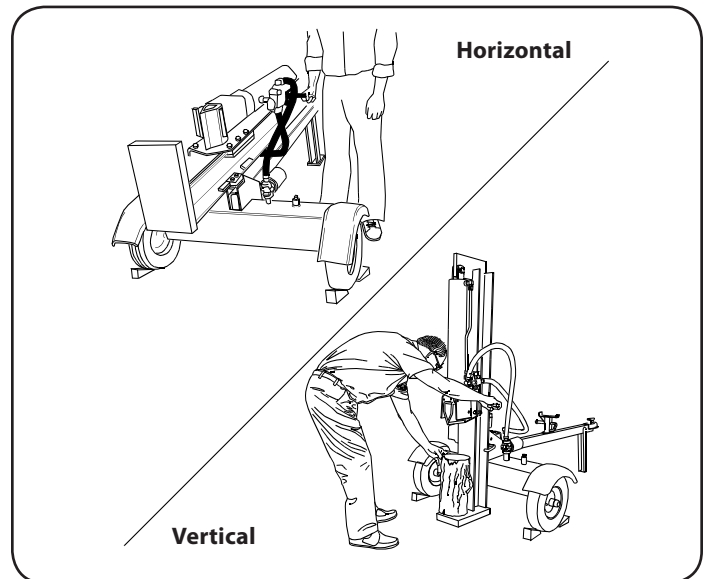

Figure 1
- a. Posición de funcionamiento horizontal: Stand en la palanca de control de parte del diario del separador delante de la rueda tal y como se muestra en la Fig. 1.
- b. Posición Vertical de funcionamiento: de pie delante de la viga y de registro como se muestra en la Fig. 1.